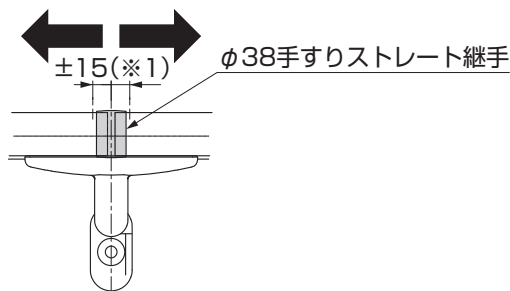

図1-4
- ストレート継手の移動範囲は±15mm (※1) の範囲内で調整してください。(図1-4参照)